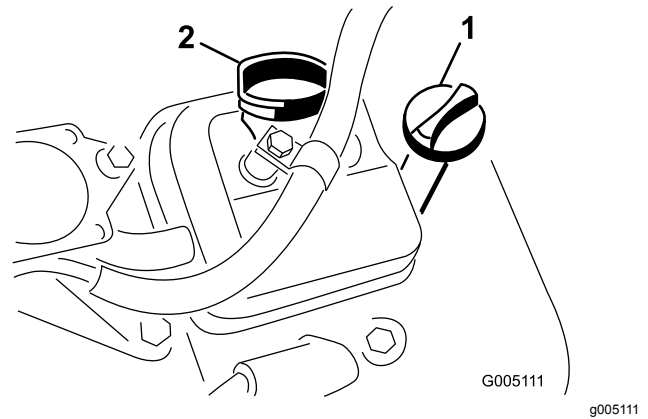

Bild 32
3. Führen Sie den Peilstab in den Füllstutzen wieder ein und schrauben Sie den Peilstab auf den Füllstutzen auf (Bild 32).